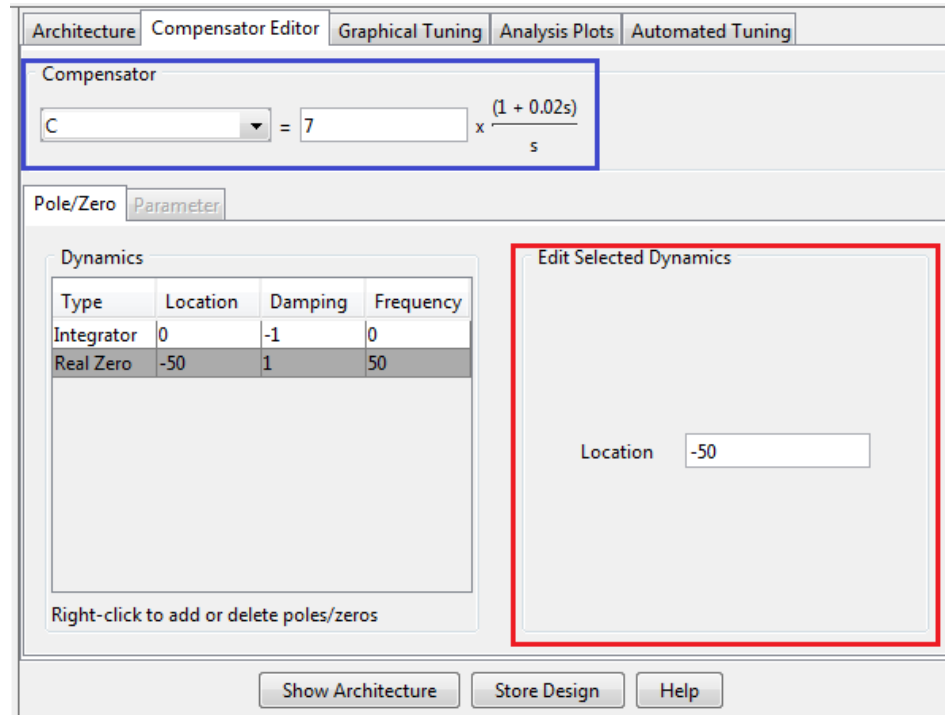
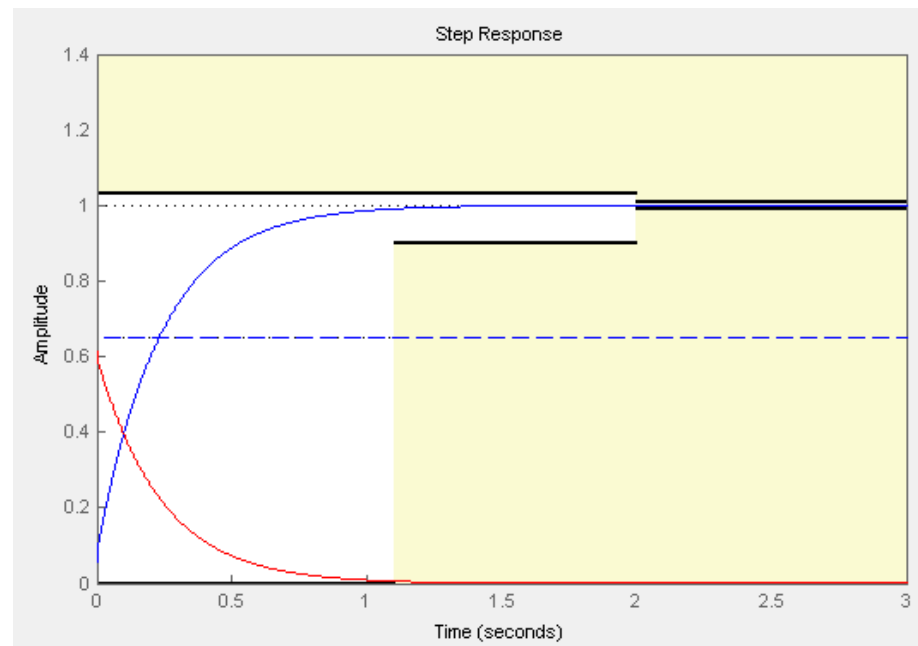

Figura 57. Modificación Posición cero real Velocidad y resultado sintonización.
Figura 58. Curva resultado de la sintonización finalizada Velocidad.
- Modifique su localización haciendo click sobre él y probando uno a uno diferentes valores o posiciones del cero real hasta encontrar el que le otorgue al sistema el comportamiento adecuado en el recuadro *location* de color rojo de la Figura 57. Para el motor ejemplarizado es 50 se aleja el cero real del origen por cuanto el sistema ya era estable y se requería mejorar un poco su ganancia y tiempos de establecimiento, al hacer pruebas se puede determinar que en muchos casos una vez obtenido un valor efectivo de sintonización. Se pueden probar sus múltiplos para afinar la sintonización. obteniendo los resultados del recuadro de color azul de la figura 57 y las curvas resultado de la figura 58, finalizando así el proceso de sintonización en Sisotool.
En la curva resultado de la Figura 58, observe cómo la curva de color azul que representa la salida del sistema completo está dentro de las zonas blancas lo que indica que los tiempos de establecimiento y subida están dentro de los requerimientos de diseño, tampoco posee sobre-elongaciones ni oscilaciones que es lo ideal. La curva de color rojo que representa el esfuerzo del controlador presenta un gran esfuerzo al iniciar el proceso por cuanto el aumento de Velocidad hasta el valor deseado lo requiere por